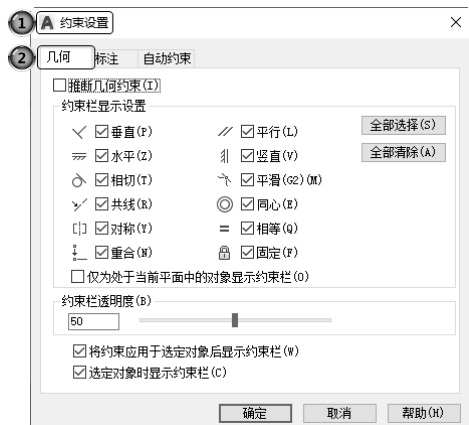

图 3-115 “约束设置”对话框的“几何”选项卡
在使用 AutoCAD 2022 绘图时，可以控制约束栏的显示。通过“约束设置”对话框中的“几何”选项卡（见图 3-115），可控制约束栏上显示或隐藏的几何约束类型。可单独或全局显示/隐藏几何约束和约束栏。具体可执行以下操作：
执行上述命令后，①打开“约束设置”对话框。②在该对话框中选择“几何”选项卡，从中可以控制约束栏上约束类型的显示，如图 3-115 所示。